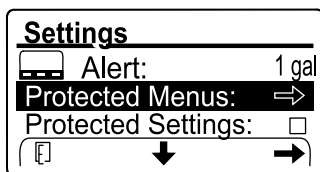

Bild 108
1. Geben Sie den PIN-Code für die Option GESCHÜTZTE MENÜS ein (Bild 108), siehe Zugreifen auf die geschützten Menüs \(Seite 23\).